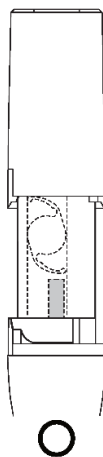

Figure 2
6. Controleer de positie van het achterste flexibele pootje van de IOL. Het nalopende pootje moet uitgelijnd zijn met de achterraand van de cartridge en het puntkussen op de plunjer mag het nalopende pootje niet raken (**Afbeelding 2**).